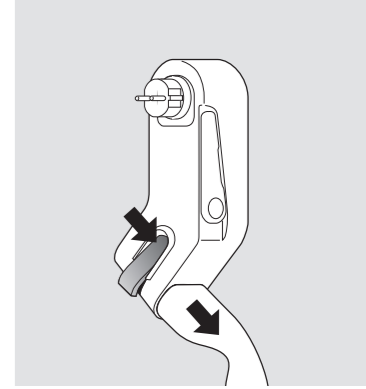

Fig. 3 Pajisja e shkyqjes së prizës Tipi 2
- Shkëputeni Mobility Dock (A) nga priza e energjisë
- Zhblokoni (D) mbështetësen e murit (E) dhe silleni në pozicionin fillestar
- Nëse është e nevojshme, shkyçni prizën e karikimit me levën portokalli (B) dhe shkëputeni atë (shih fig. 3)